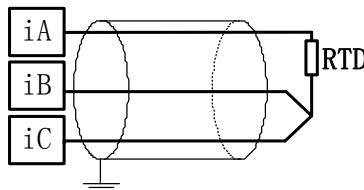

图 4-2-9 热电阻输入接线方法
(1) 热电阻传感器：热电阻传感器输入（如 PT100）采用三线制接线方式，分别连接 iA 端子、iB 端子及 iC 端子，屏蔽线接电源地。如图 4-2-9 所示：